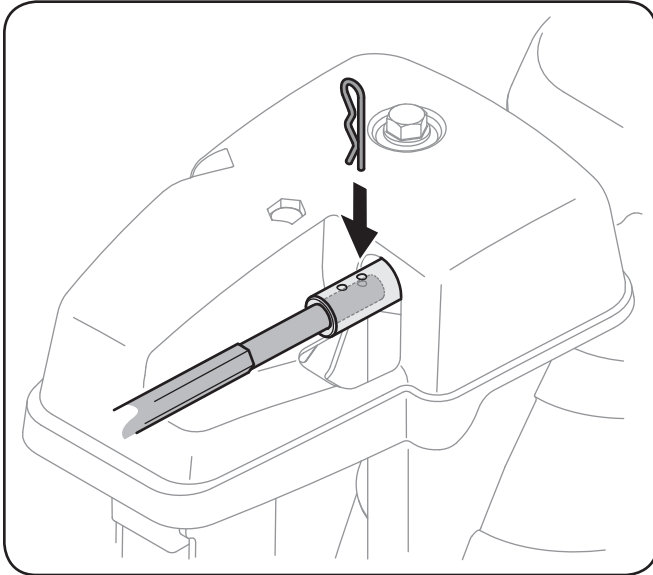

**Figura 3-11**
6. Inserte la varilla hexagonal dentro del engranaje del piñón por debajo de la palanca de control. Asegúrese de alinear el orificio en la varilla hexagonal con la flecha en el engranaje del piñón. Vea la Figura 3-11.